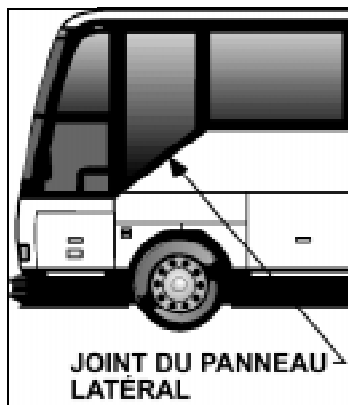

FIGURE 2: JOINT DE LA FENÊTRE
3. Ouvrir la fenêtre trapézoïdale et la maintenir ouverte en utilisant un morceau de bois ou un quelconque dispositif approprié (voir fig. 2).